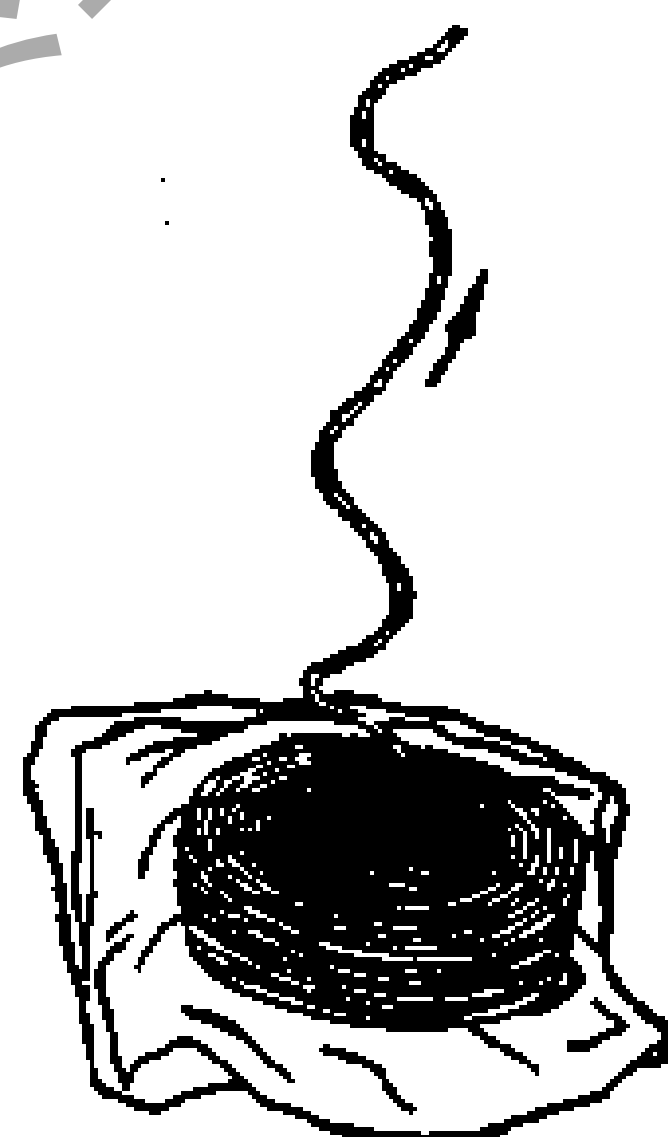

图 3-66
⑤瓷夹板线路应敷设得挺直牢固，导线不得碰及建筑物。
(2) 施工步骤：瓷夹板线路的施工步骤与护套线相同，只是步骤④改为安装瓷夹板。
(3) 施工方法：
①放线：对整盘绝缘导线，应从内圈抽出线头进行放线（图 3-66）。切不可从外圈抽线头放线，否则会弄乱整盘导线和使导线打成小圈扭结。